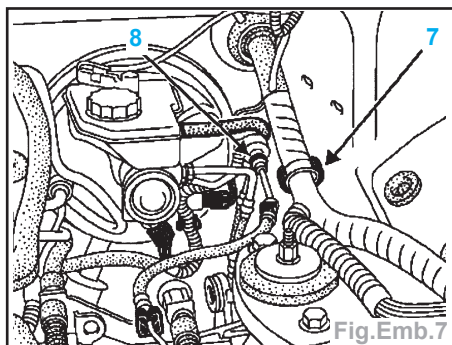

Fig.Emb.7
- Dégager le faisceau électrique du collier (7) (Fig.Emb.7).